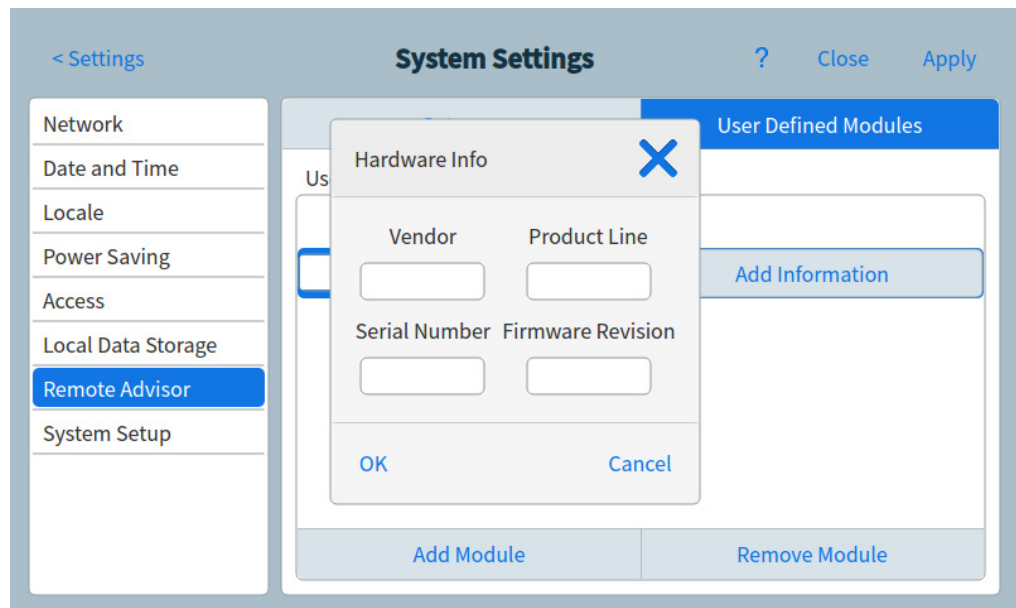

Abb. 48 Seite „Remote Advisor“ - Dialogfeld „Hardware Info“
- d Tippen Sie auf **Add Information**. Das Dialogfeld „Hardware Info“ wird eingeblendet. Siehe Abb. 48.